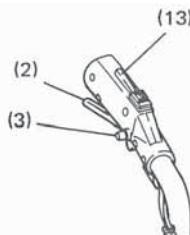

Fig. 16B
- a'. With the safety lever (13) pressed (if so equipped), pull throttle trigger and push lock button (3), then slowly release the throttle trigger first, then the safety lever. This will lock the throttle in starting position. (Fig. 16B)
- a'. Bei gedrücktem Sicherheitshebel (13) (falls vorhanden) den Gashebel anziehen und dann den Sperknopf (3) drücken. Danach langsam zuerst den Gashebel, dann den Sicherheitshebel loslassen. Dadurch wird die Drosselklappe in Startposition eingestellt. (Abbildung 16B)